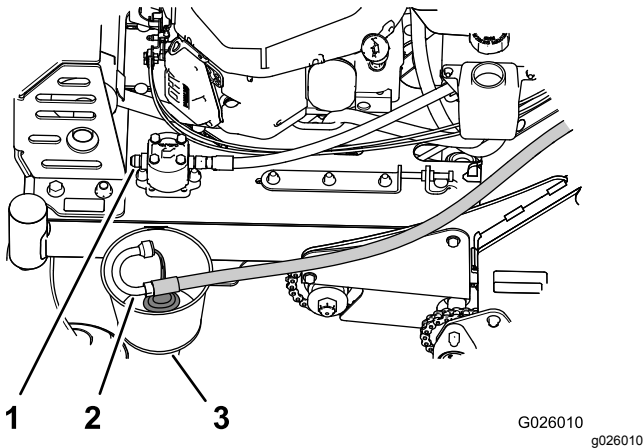

Figura 55
- En la parte delantera de la bomba hidráulica auxiliar, retire la manguera de entrada del acoplamiento hidráulico de la bomba, coloque el extremo de la manguera en un recipiente y deje drenar el fluido (Figura 55).